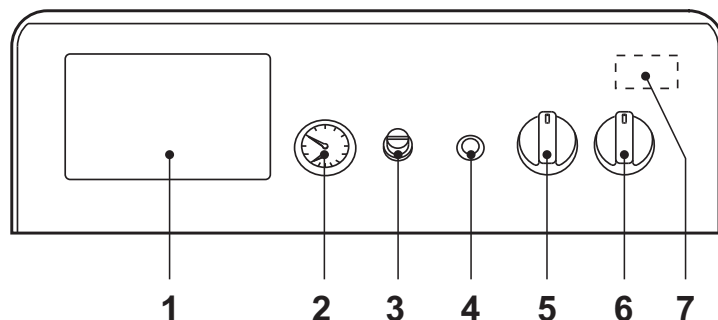
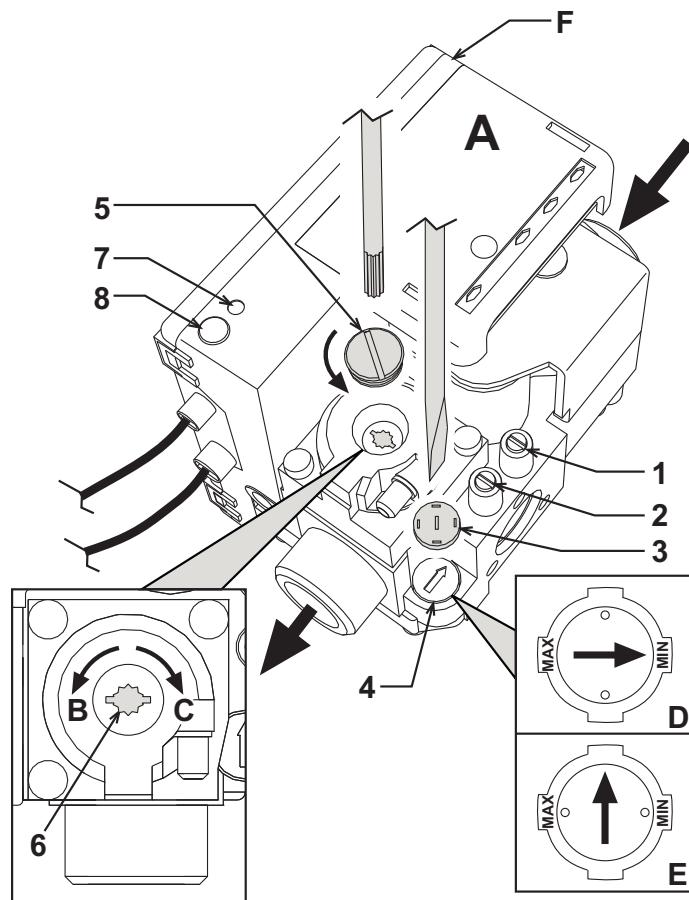

fig. 61 - Tableau des commandes
fig. 63 - Réglage de la pression
- Mettre l'interrupteur général "6" en position 1 (fig. 61).
- Lorsque la chaudière est dotée d'un module électronique thermostatique, monté en position 1 de fig. 61, l'utilisateur devra également tenir compte des instructions fournies par le constructeur de celui-ci.
Tourner la manette 5 de fig. 61 dans le sens des aiguilles d'une montre fait augmenter la température de l'eau de chauffage ; dans le sens inverse elle diminue. La température peut être modulée de min. 30° à max. 90°. Il est toutefois conseillé de ne pas faire fonctionner la chaudière en dessous de 45°.
Programmer à l'aide du thermostat d'ambiance la température souhaitée à l'intérieur des pièces. Commandée par le thermostat d'ambiance, la chaudière s'allume et l'eau est amenée à la température établie par le thermostat de réglage de la chaudière 5 de fig. 61. Le générateur s'éteint dès que la température souhaitée est atteinte à l'intérieur des pièces.
Relier un manomètre à la prise de pression 2 (fig. 63) montée en aval de la vanne à gaz, tourner le bouton du thermostat de la chaudière (rep. 5 - fig. 61) sur la position maximum.
Après avoir ôté le bouchon de protection 5 (fig. 63), régler la pression du gaz au brûleur au moyen de la vis 6 à la valeur souhaitée (voir tableau données techniques et les diagrammes de variation de puissance repris dans le cap. 25).
2. Ôter le petit capuchon de protection 3 (fig. 63) de la vanne à gaz. Utiliser un petit tournevis pour régler le « STEP » (seuil) d'allumage pour le gaz souhaité (G20-G25 rep. D fig. 63 ou G30-G31 rep. E fig. 63) ; reposer le capuchon.